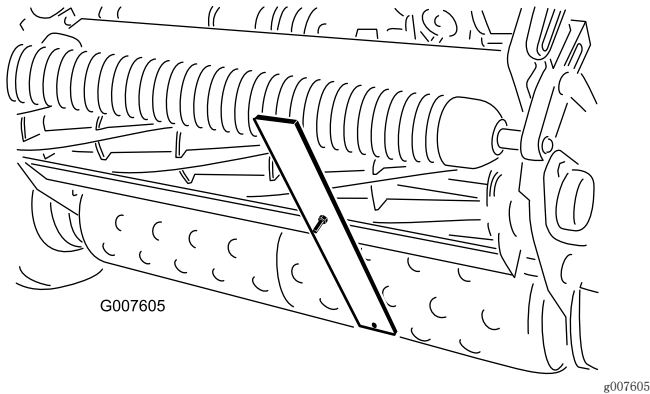

图56
4. 将螺丝头钩在底刀的刀刃上，并将调刀尺的后端放到后滚筒上（图56）。